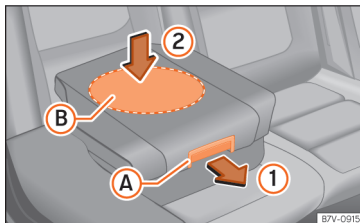

Abb. 36 Integrierter Kindersitz: Sitzpolster zurückklappen.
- Sitzpolster am Entriegelungshebel » Abb. 36 A in Pfeilrichtung 1 nach vorn ziehen.
Beim Zurückklappen des integrierten Kindersitzes nur in der Mitte auf das Sitzpolster drücken » Abb. 36 2. Andernfalls kann sich das Sitzpolster verkanten und nicht sicher einrasten.